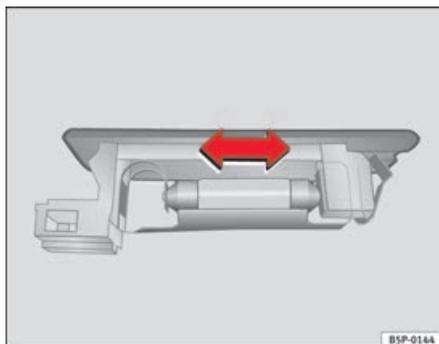

Fig. 170 Feu du coffre à bagages
- Appuyez sur la lampe latéralement et retirez-la du logement ⇒ fig. 170. ■